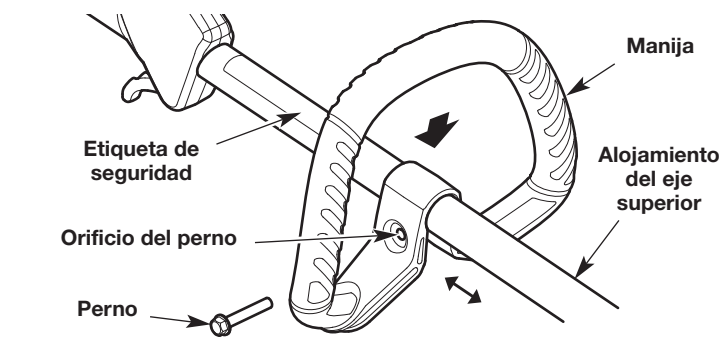

Fig. 4
1. Oprima la manija hacia abajo sobre el alojamiento del eje superior (Fig. 4). Asegúrese de que el orificio del perno mire hacia la derecha (Fig. 4).
2. Inserte el perno en el orificio del perno y oprímalo para que pase a través de él (Fig. 4). Ajuste el perno con un destornillador de cabeza plana, pero no lo ajuste completamente.
3. Mantenga la unidad en la posición de funcionamiento. Mueva la manija hacia arriba o abajo del alojamiento del eje superior hasta que esté en una posición cómoda (Fig. 4). Compruebe que la manija esté ubicada más allá del extremo de la etiqueta de seguridad (Fig. 4).
1. Afloje el perno con un destornillador de cabeza plana (Fig. 4).
2. Mantenga la unidad en la posición de funcionamiento. Mueva la manija hacia arriba o abajo del alojamiento del eje superior hasta que esté en una posición cómoda (Fig. 4). Compruebe que la manija esté ubicada más allá del extremo de la etiqueta de seguridad (Fig. 4).